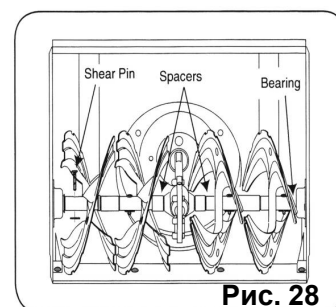

Рис. 28
- Шнек крепится к спиральному валу с помощью двух срезных болтов. Если шнек натолкнется на посторонний предмет или образуется засор из фрагментов льда, болты могут срезаться (см. Рис. 28).